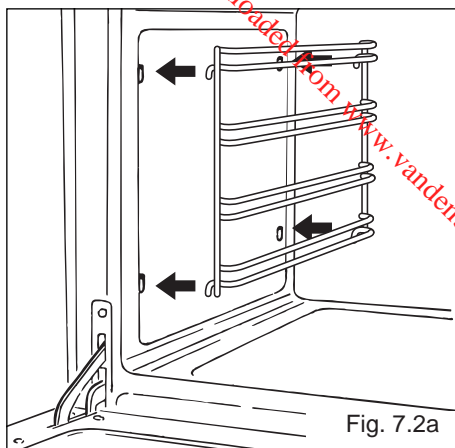

Fig. 7.2a
- Accrocher les grilles latérales fig. 7.2a.